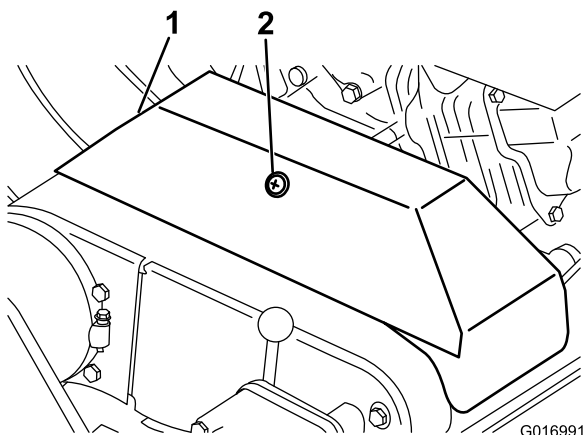

図 32
3. V ベルトカバーを固定しているリテーナをゆるめて、カバーを開ける図 32。